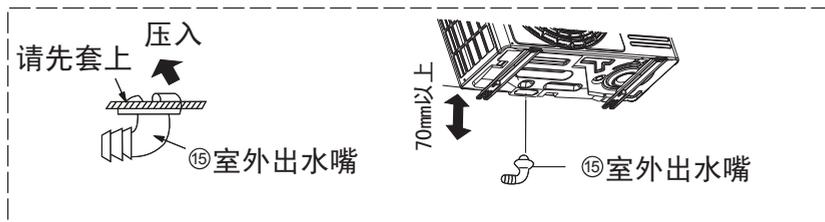

图29
- 2 欲利用出水孔将冷凝水导出时，依图29所示将附件 ⑮ 室外出水嘴安装在出水孔。